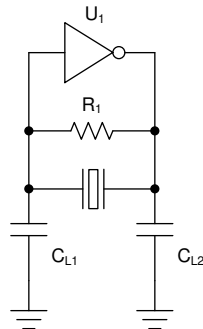

图 6-2. 皮尔斯型振荡器
这两种晶体振荡器都是皮尔斯型振荡器，如图 6-2 所示。在这种类型的振荡器中，晶体和负载电容器构成 π 型滤波器，为内部放大器提供 180° 相移，同时使振荡器一直锁定在指定的频率。为了使该频率正确，必须根据晶体的容性负载 (CL) 参数正确地确定负载电容的尺寸。